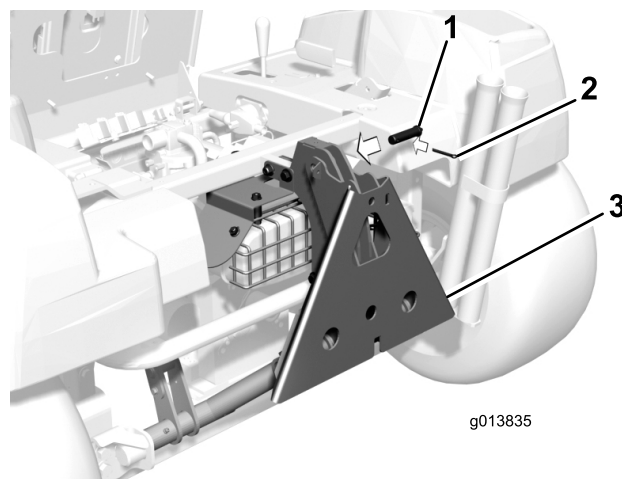

Bild 11
15. Drehen Sie den QAS-Adapterrahmen nach oben und befestigen Sie ihn mit dem Lastösenbolzen und Splint an der Rollenplatte (Bild 11).